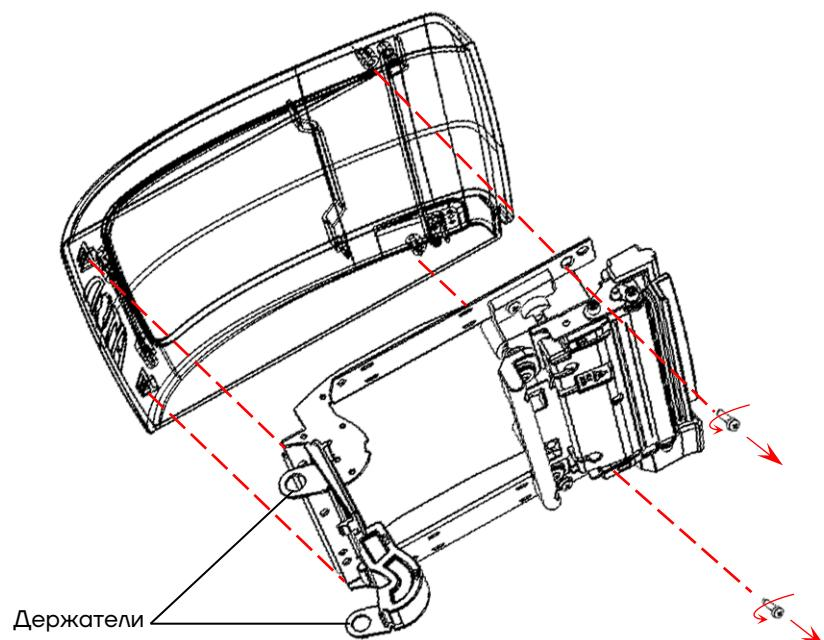

Рисунок 20. Крепление рычага в крышке
- 1** Отделить металлический рычаг от крышки лотка для ЧЛ (рисунок 20).
- 9 Прикрепить металлический рычаг к крышке лотка для ЧЛ (рисунок 20).